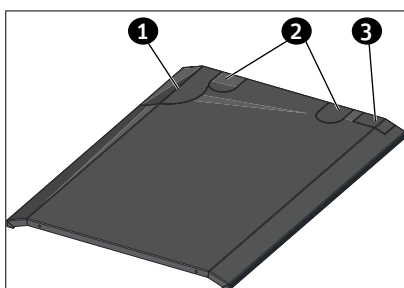

Fig. 119 Vorstanzung, nur wenn Abgasanschluss oder/und Vor- und Rücklauf, Kabeldurchführung nach oben ist, ausbrechen
- ▶ Wenn Abgasanschluss oder/und Vor- und Rücklauf, Kabeldurchführung nach oben ist, Vorstanzung ausbrechen – Fig. 119. Ist Abgasanschluss oder/und Vor- und Rücklauf nach hinten, nicht ausbrechen.